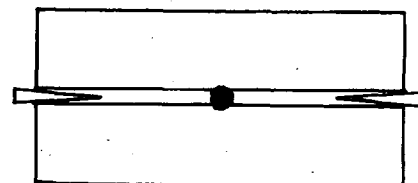

Fig. 2
- 2) Mantenha a separação das peças durante a ponteação, usando cunhas (fig. 2).